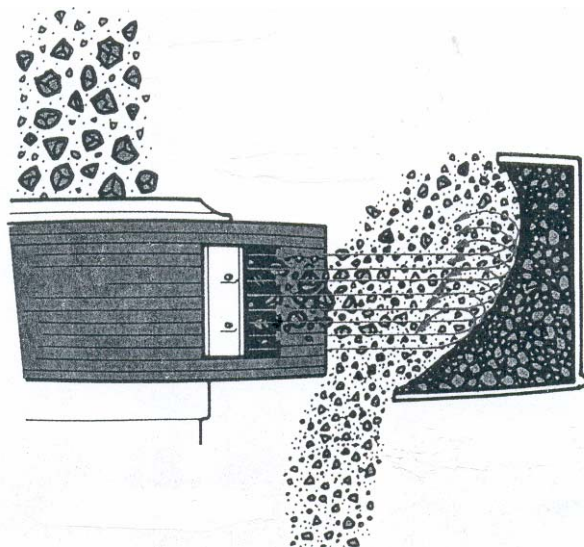

Рис. 5
**Однопоточный режим** питания предусматривает оптимальную по производительности подачу материала только на ротор (рис. 5). Этот режим характеризуется высокой степенью дробления (измельчения).